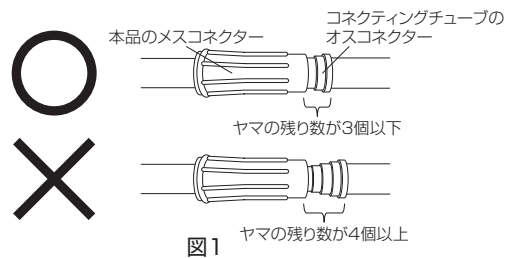

図1
4. 本品のメスコネクターとコネクティングチューブのオスコネクターをしっかりと接続する (図1)。